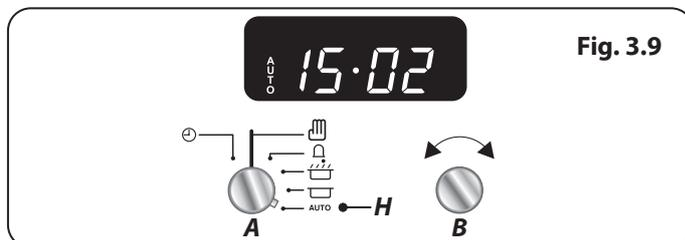

Fig. 3.9
5. Tournez le bouton du Programmeur (A) sur la position Auto (H) (Fig. 3.9). Si l'écran affiche l'heure en cours et